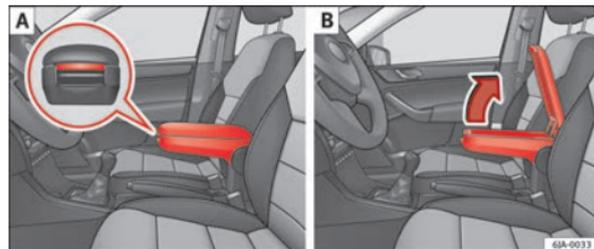

Fig. 70 Apoyabrazos / Abrir y cerrar el portaobjetos
- Pulse la tecla situada en la parte delantera del apoyabrazos ⇒ fig. 70 - [A].
- Levante la tapa del guardaobjetos hacia arriba ⇒ fig. 70 - [B]. ■